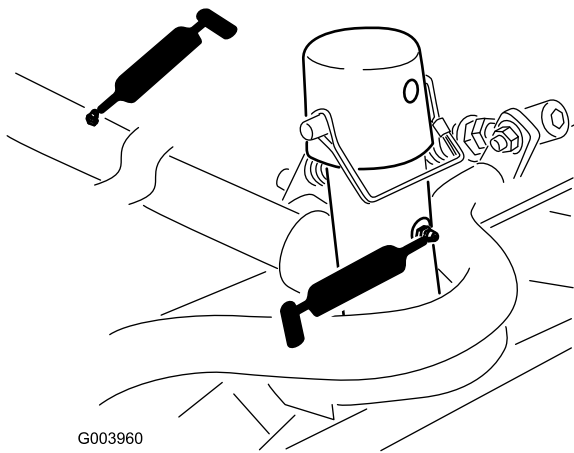

Figura 103
- Articulação e estrutura de transporte da unidade de corte (Figura 103)